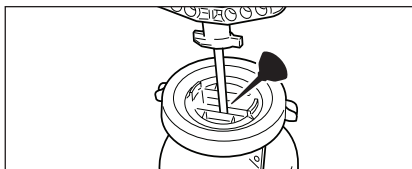

Figure 10. Lubrifier la pompe
2. Appuyez la languette de la chape sur une table ou un banc. Écrasez les languettes qui verrouillent le cylindre à la chape et tournez le cylindre dans le sens contraire des aiguilles d'une montre pour déverrouiller le cylindre. Voir la Figure 10.